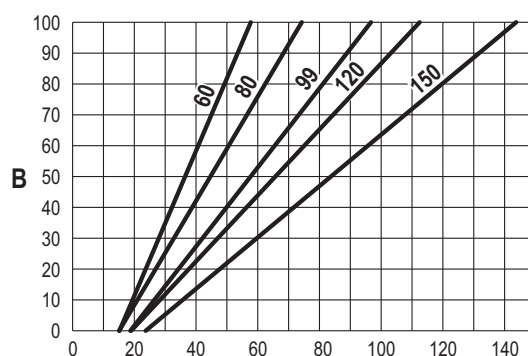

fig. 60
- Apăsați **tastele contextuale 1 și 2** pentru a mări sau a reduce puterea termică (minimă = 00 - maximă = 100). Consultați diagrama “Reglarea puterii termice” (fig. 60).